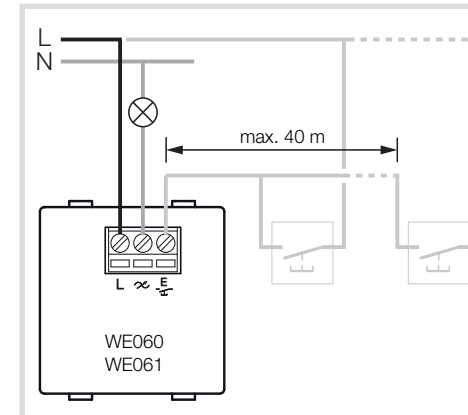

Figure 5 : raccordement électrique avec bouton-poussoir et contact normalement ouvert comme postes secondaires (optionnel)
- Raccorder le variateur rotatif/à poussoir (1) et les boutons poussoirs secondaires en option, conformément au schéma de la figure 5.
• Mettre en place la plaque décorative (2).